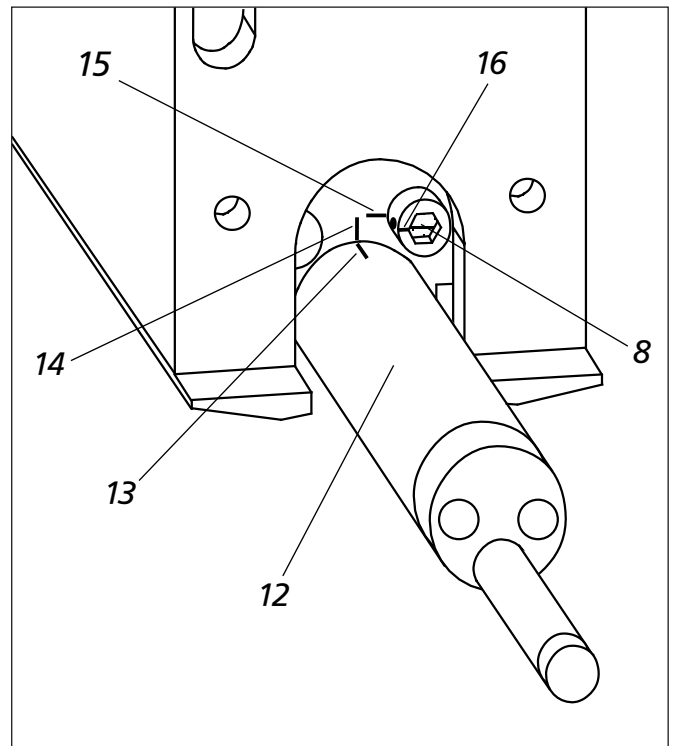

Fig. 3
2. Desserrer le palpeur (v. fig. 3) :